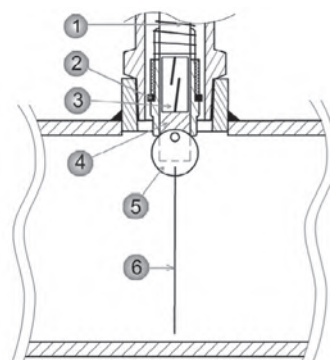
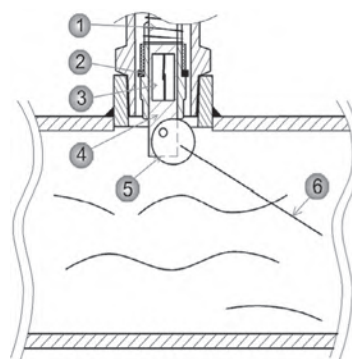

Рисунок 1.1. Герконовое реле разомкнуто
Рисунок 1.2. Герконовое реле замкнуто
При отсутствии потока в трубопроводе лопасть (6) перпендикулярна трубопроводу – контакты герконового реле (3) разомкнуты (рис. 1.1). При появлении потока лопасть (6) отклоняется, эксцентрик (5) начинает толкать магнит, закрепленный на фторопластовом цилиндре (2), вверх по центральному стержню (4) до высоты, на которой контакты герконового реле замкнутся (рис. 1.2) под действием магнитного поля. Уставки включения, при которых контакты реле замыкаются, указаны в таблице 1.